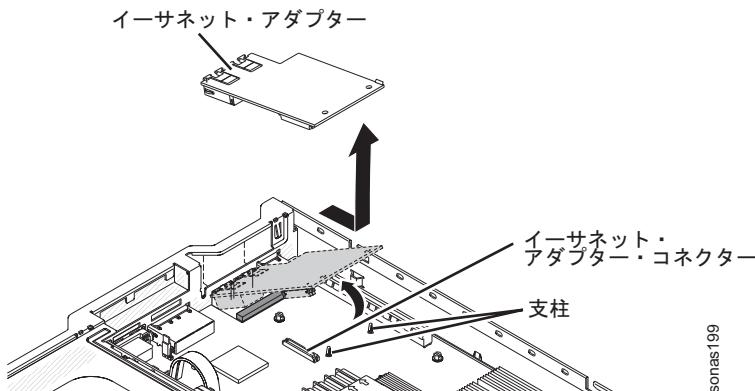

図 13. イーサネット・アダプターの取り外し
6. イーサネット・アダプターをつかんで、システム・ボード上の支柱およびコネクターから外します。次に、イーサネット・アダプターをスライドさせて、シャーシ背面のポート開口部から取り出し、サーバーから取り外します。図 13 を参照。